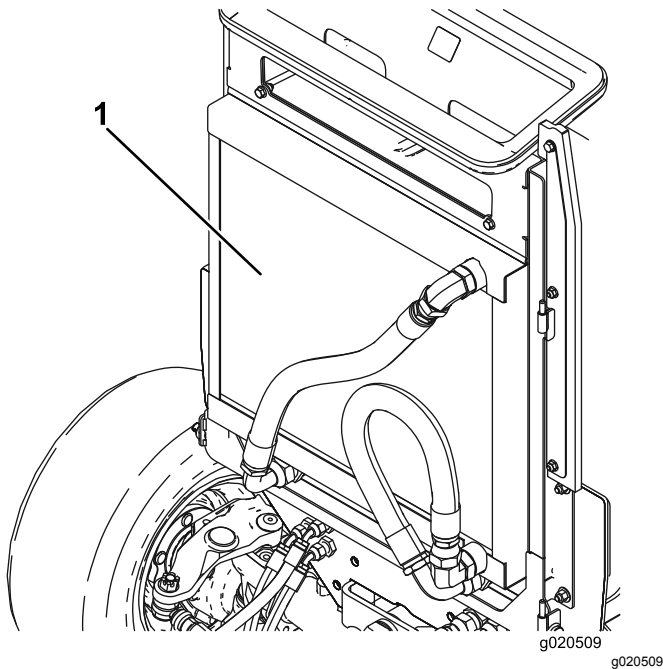

Figura 91
4. Pulite accuratamente entrambi i lati del refrigeratore dell'olio e il radiatore con aria compressa (Figura 91).